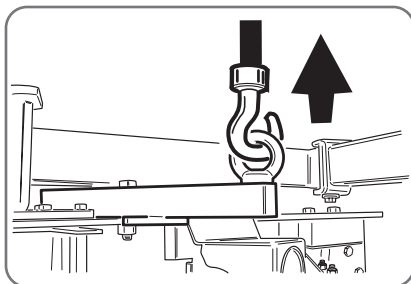

Fig. 3.2
- assurer à l'aide de l'étrier de levage (Fig.3.2).